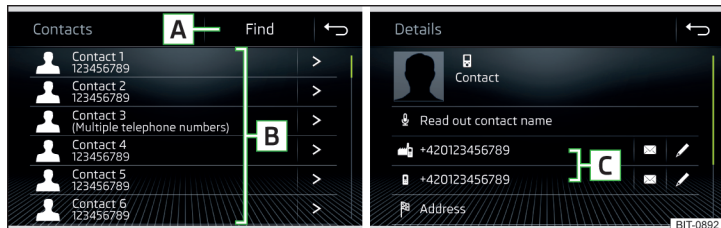

Fig. 203 Lista contactelor telefonice/detaaliile contactului
▶ În meniul principal *Telefon*, acționați suprafața de comandă funcții \square , se afișează o listă a contactelor telefonice » fig. 203.